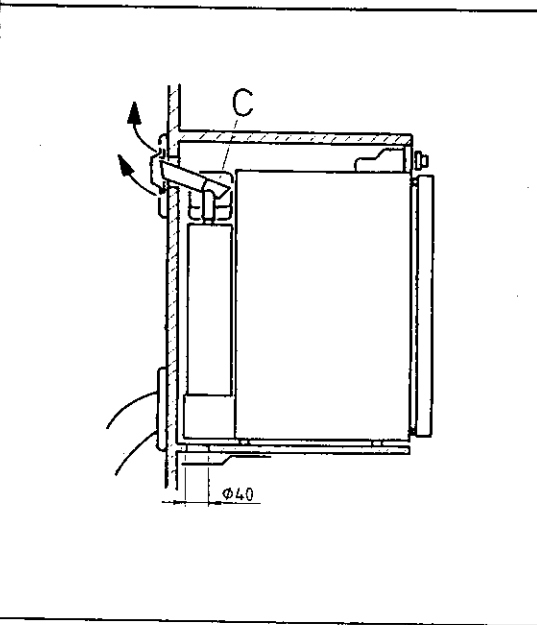

Fig. 9
Afvoeren van verbrandingsgassen (Alt. II), Fig. 9.
Het verdient aanbeveling een ventilatierooster boven de condensor, (C) in fig. 9, te installeren, als er een vrije ruimte beschikbaar is (b.v. als de koelkast is ingebouwd onder een aanrecht).